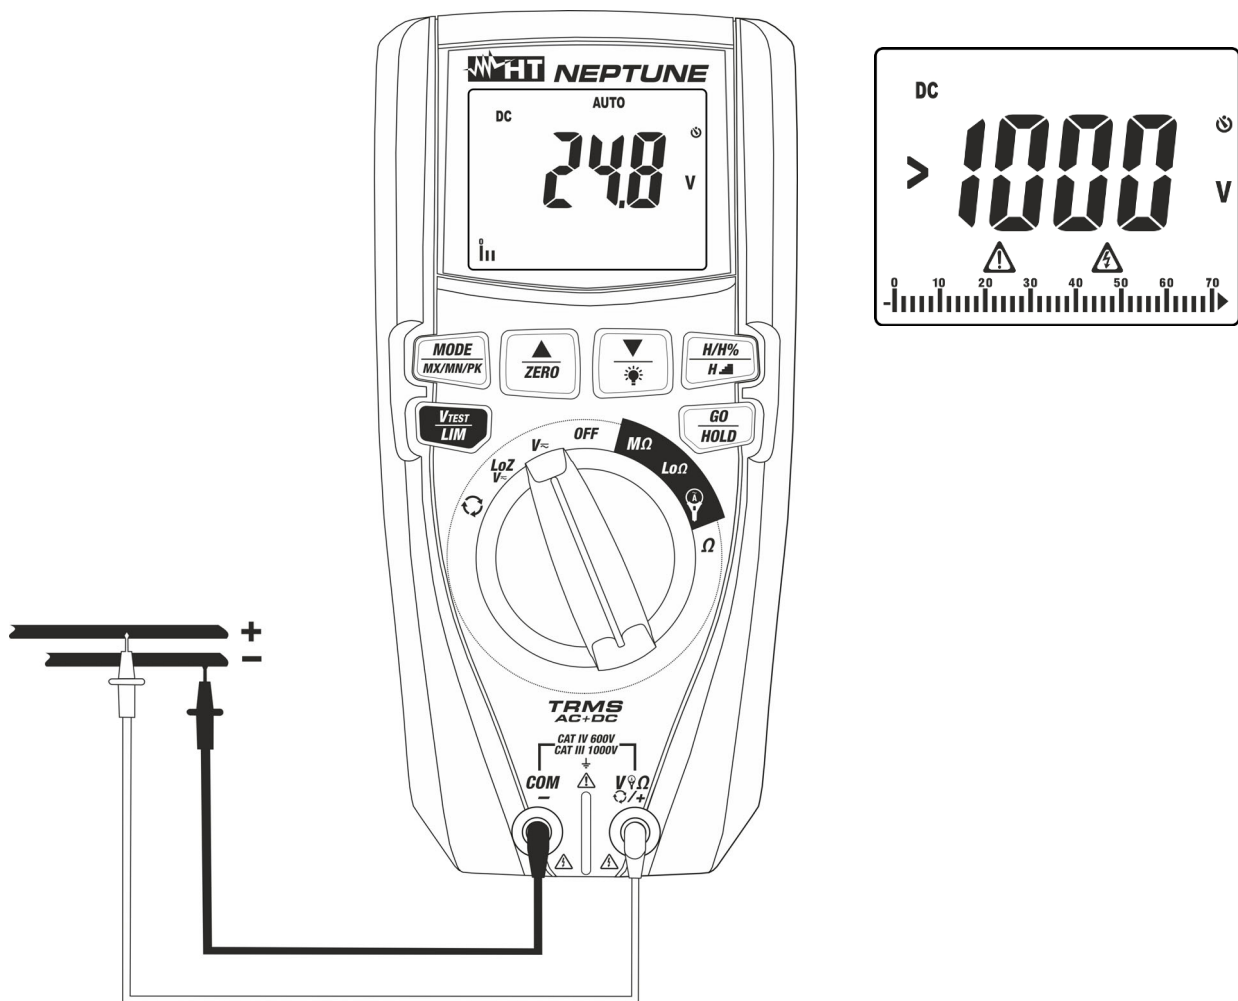
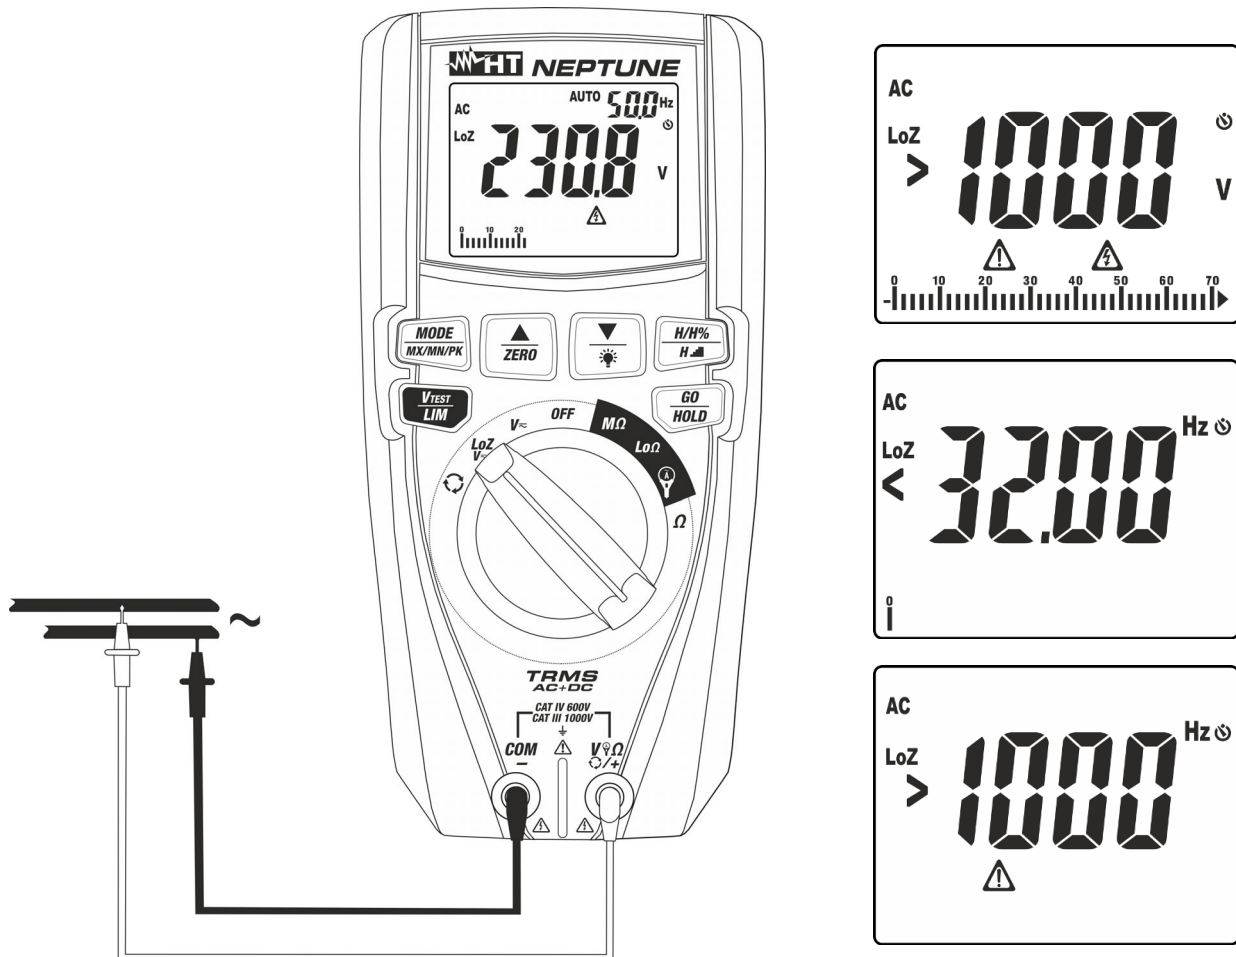

Fig. 6: Uso dello strumento per misura di Tensione DC
Fig. 8: Uso dello strumento per misura di Tensione AC/DC con funzione LoZ
3. Posizionare il puntale rosso ed il puntale nero rispettivamente nei punti a potenziale positivo e negativo del circuito in esame (vedere Fig. 6). Il valore della tensione è mostrato a display
4. Se sul display è visualizzato il messaggio "**>1000V**" (vedere Fig. 6) si è raggiunto il fondo scala dello strumento
5. La visualizzazione del simbolo "-" sul display dello strumento indica che la tensione ha verso opposto rispetto alla connessione di Fig. 6.
4. Posizionare il puntale rosso ed il puntale nero rispettivamente nei punti del circuito in esame (vedere Fig. 8) per misura di tensione AC oppure nei punti a potenziale positivo e negativo del circuito in esame (vedere Fig. 6) per misura di tensione DC. Il valore della tensione è mostrato a display. Nella parte alta destra del display è mostrato il valore della frequenza della tensione. Premere il tasto **MODE/MX/MN/PK** per visualizzare il valore della frequenza con maggior risoluzione
5. Se sul display sono visualizzati i messaggi "<32Hz" o ">1000Hz" (vedere Fig. 8) il valore della frequenza è esterno all'intervallo di misura **32Hz ÷ 1000Hz**
6. La visualizzazione del simbolo "-" sul display dello strumento indica che la tensione ha verso opposto rispetto alla connessione di Fig. 6